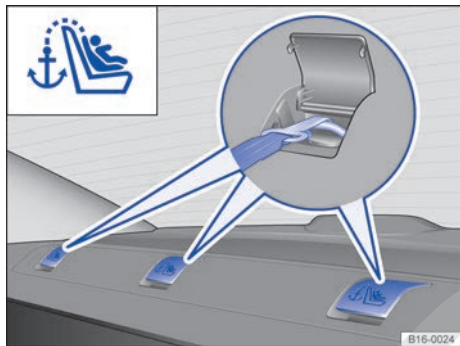

Fig. 41 En la bandeja trasera detrás del asiento trasero: argollas de sujeción para el cinturón de fijación superior.
- Levante la tapa de la argolla de sujeción correspondiente situada en la bandeja que hay detrás del respaldo del asiento trasero → fig. 41.
- Enganche el cinturón de fijación superior del asiento para niños en la argolla de sujeción correspondiente, marcada como Top Tether, situada en la bandeja que hay detrás del asiento trasero → fig. 41.